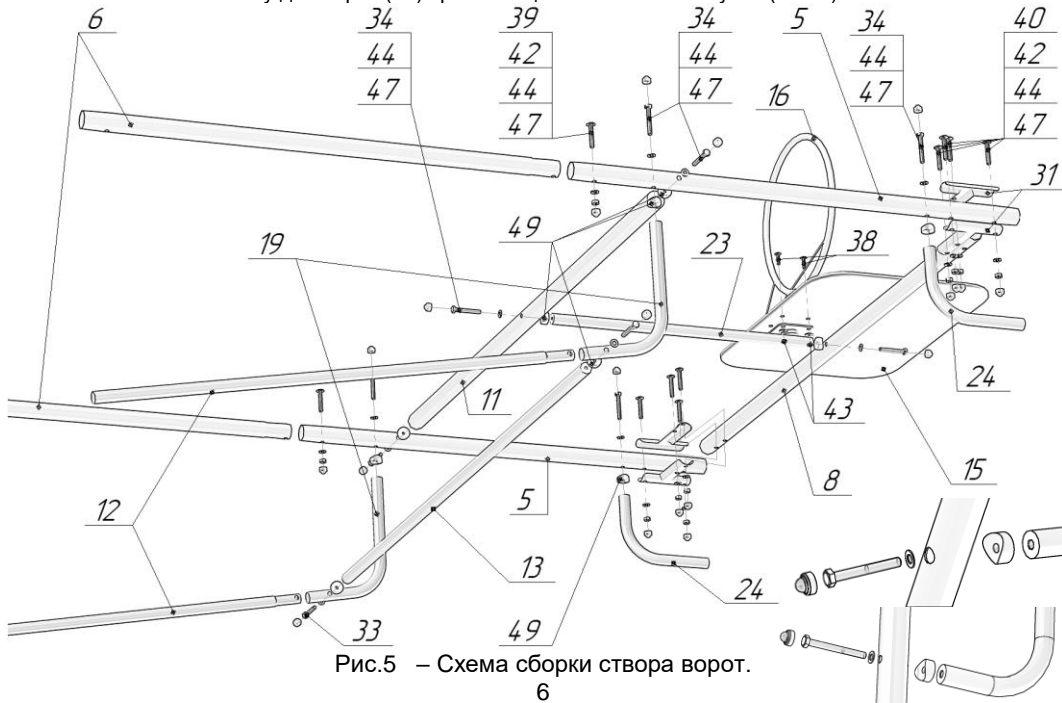

Рис.5 – Схема сборки створа ворот.
6.4. Сборка створа ворот представлена на рис. 5.